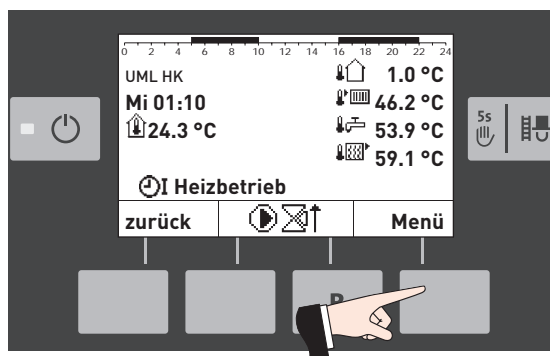

Fig. 18
- ▶ Auf dem Homescreen des Funktionsmodul Heizkreis die Menü-Taste drücken – Fig. 18.